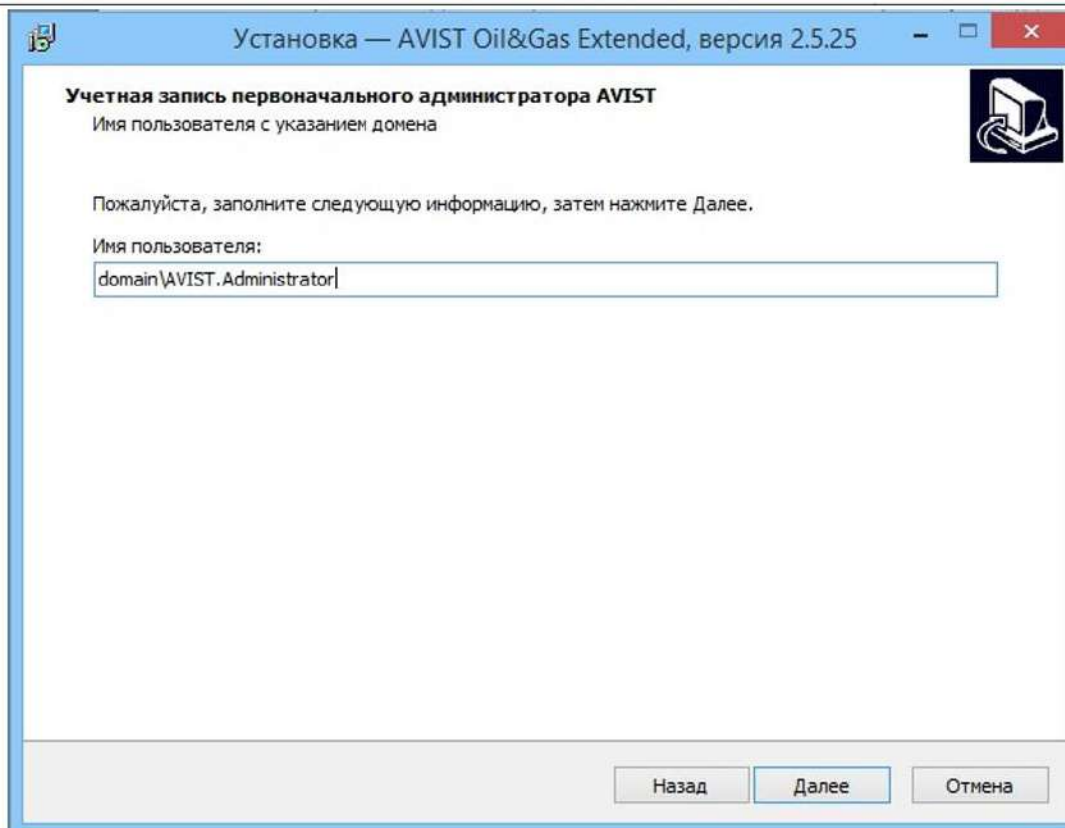

Рисунок 24 - Окно ввода имени пользователя с указанием домена
- 9) Ввести данные учетной записи пользователя, которая будет использоваться в AVIST Oil&Gas Extended в качестве первоначального администратора, нажать кнопку «Далее» (Рисунок 24).